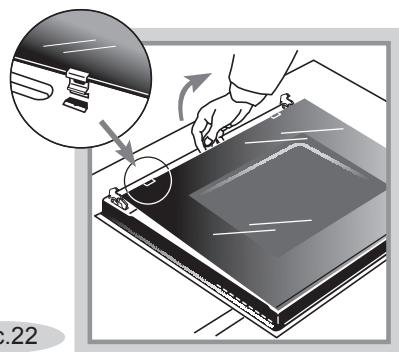

Рис.22
- Чтобы помыть стекла дверцы со всех сторон, **внутреннее стекло можно легко снять**. Для этого потяните за край стекла, как показано на рис. 22.